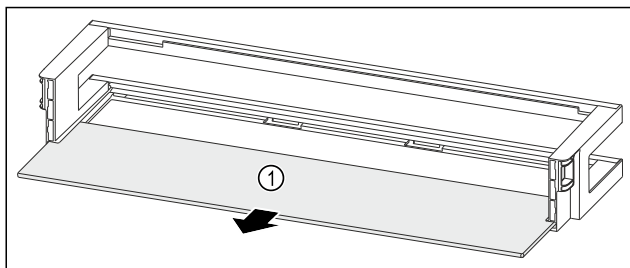

Fig. 229 Deurrek met draagplateau
- Draagplateau Fig. 229 (1) verwijderen.